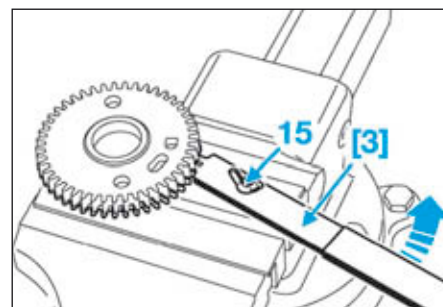

FIG.33
- Placer le levier de l'outil de calage pignon à rattrapage de jeu [3] sur l'axe (15) du socle (Fig.33).